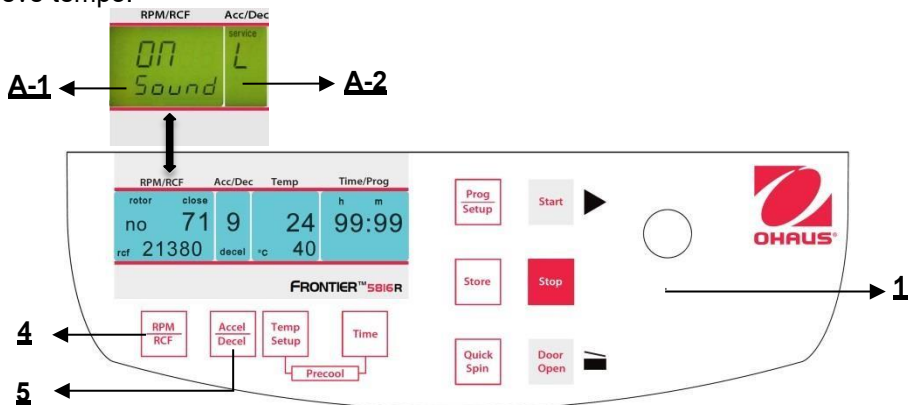

Figura 35
Procedere come descritto al punto 4.1.1 per inserire questa modalità programma e poi premere il tasto **"Accel/Decel"** (5). Sul display **"Acc/Dec"** (A-2) lampeggia la parola **"Service"**. Selezionare adesso la lettera **"L"** con la manopola di regolazione (1). Di conseguenza, compaiono le parole **"On Sound"** sul display **"RPM | RCF"** (4). Se adesso si preme il tasto **"RPM | RCF"** (4), lampeggia la parola **"On"** e si può disattivare la suoneria, con la manopola di regolazione (1) (Vedere figura 35).